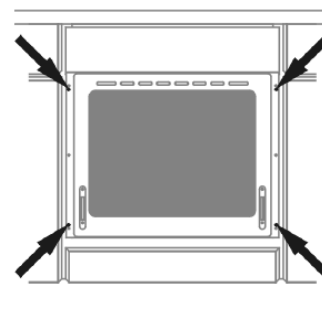

Abbildung 12 Backofen
- Den Backofen vollständig in den Umbauschrank schieben. Mit vier Schrauben an den auf der Skizze Abb.12 dargestellten Stellen in dieser Position sichern.
- alle 4 Befestigungsschrauben lösen Abb.12